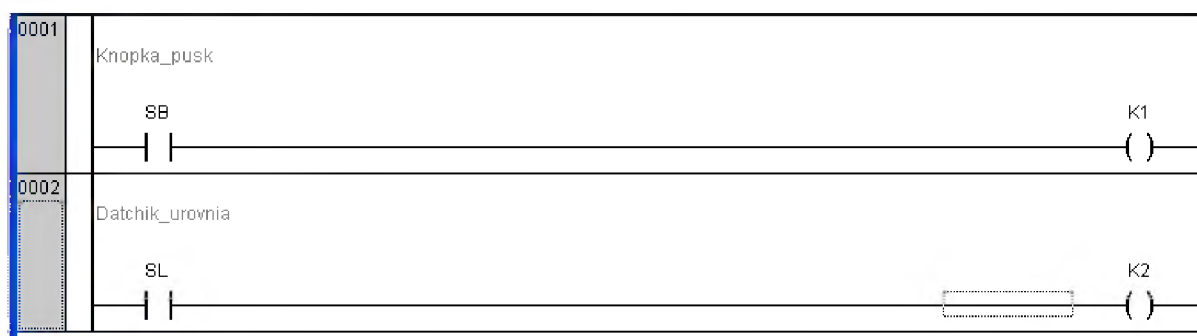

Рис. 12. Вторая цепь
1. Наводим курсор на , щелкаем 1ЛКМ. Сразу появляется вторая цепь (рис. 12).